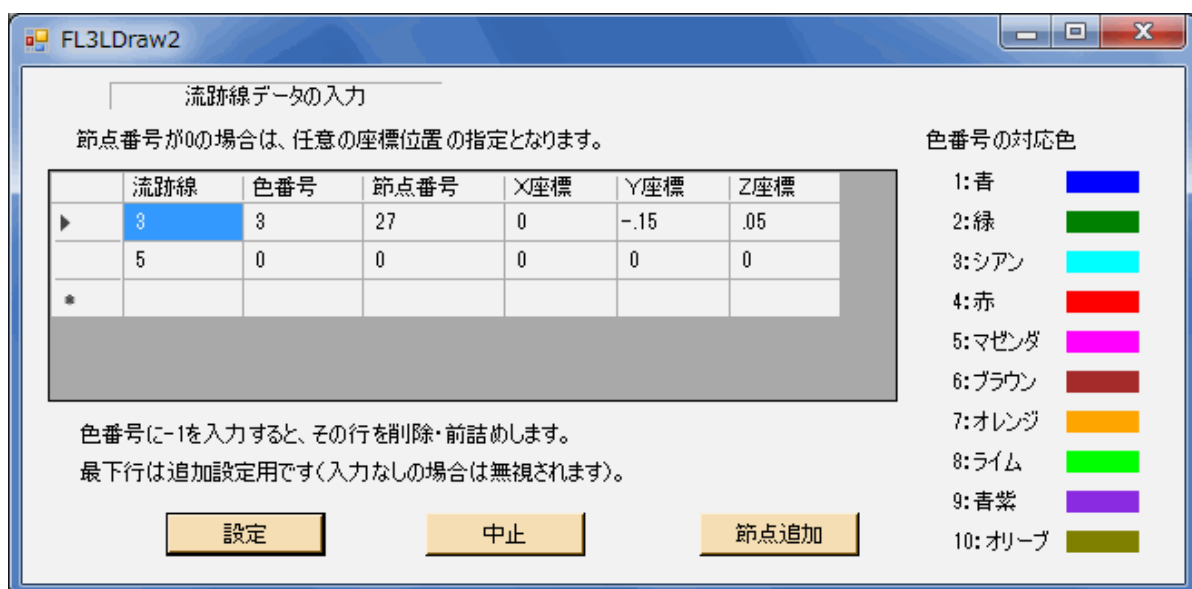

図4-8 構造作画におけるデータ入力画面
- ③「データ設定モード」を選択して、任意の要素を右クリックすると図4-8のようにデータ入力画面に写ります。同図では、右クリックで選択した要素に関する流跡線データが表示されており、4.4節と同様にして流跡線の変更・追加等を実施できます。